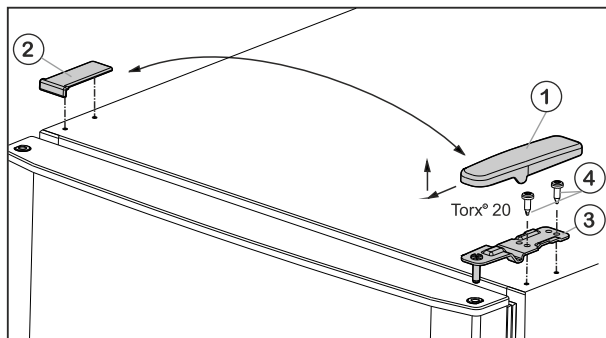

Fig. 5
- ▶ Kryt Fig. 5 (1) odoberte smerom dopredu a hore.
- ▶ Kryt Fig. 5 (2) nadvihnite.
- ▶ Hornú ložiskovú konzolu Fig. 5 (3) odskrutkujte (2 krát Torx® 20) Fig. 5 (4) a odoberte smerom hore.
- ▶ Vrchnú ložiskovú konzolu Fig. 5 (3) nasadíte na novej strane závesu do dverí.
- ▶ Hornú ložiskovú konzolu **pevne (pomocou krútiaceho momentu 4 Nm)** priskrutkujte (2x Torx® 20) Fig. 5 (4). V prípade potreby použite akumulátorový skrutkovač.
- ▶ Kryt Fig. 5 (1) nasadíte na opačnú stranu zvonka a zaklapnite.
- ▶ Kryt Fig. 5 (2) nasadíte vždy na opačnú stranu zhora a zaklapnite.